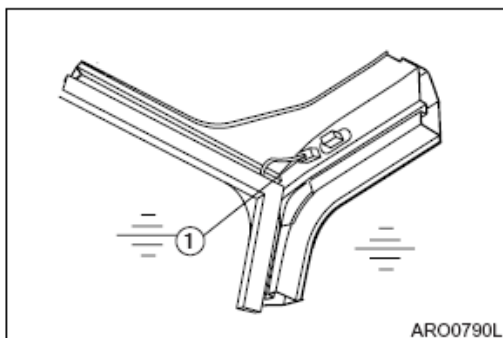

Figura 91
5. Desconecte el conector (1, Figura 91) en el lado superior frontal derecho de la cabina
7. Enchufe el conector de escobillas (1, Figura 91) en el lado superior frontal derecho de la cabina.